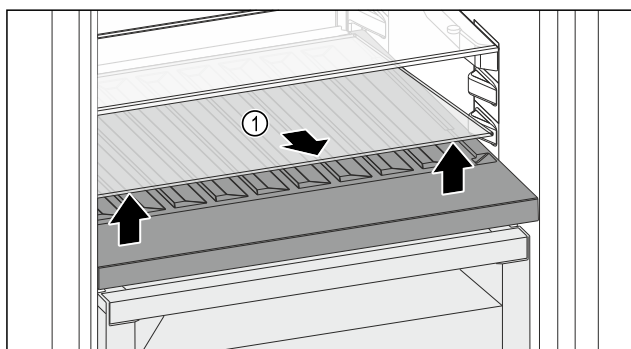

Fig. 180
- Podignite staklenu ploču Fig. 180 (1) na otvoru sprijeda i izvadite je.
- Čuvajte staklenu ploču Fig. 180 (1) na sigurnom izvan uređaja.
- Uložite staklenu ploču (2) ispod promjenjive police za boce.